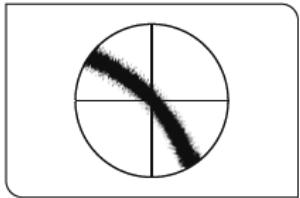

图 3
- 2. 旋转补偿器旋钮直到视场中心的测量部位是最暗的位置（图 3）。将刻度 1 和 2 的读数相加，找到此位置的角度。 $\rightarrow \theta_1$